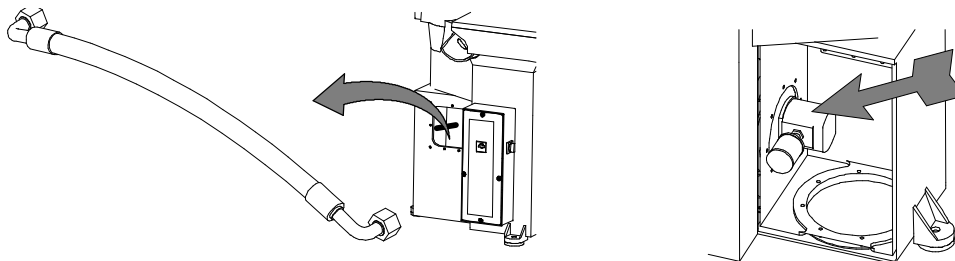

Fig. 27
a) Verificare che non vi siano perdite d'olio in pressione dal tubo di mandata (cod. 02003636, tav. 5-6-7) e dai relativi giunti meccanici mentre la macchina sta cercando di fustellare (Fig. 27).
b) Verificare inoltre che non vi siano perdite d'olio in pressione dal corpo pompa (per S/SE108: cod. 02001196 (50Hz) - cod. 02001162 (60Hz); per S/SE120C: cod. 02003899 (50 Hz) - cod. 02003898 (60Hz); per S/SE120/122/124C/124/125C/125LS/125L: cod. 02003900 (50 Hz) - cod. 02003899 (60 Hz), tav.5-6-7) (Fig. 27).